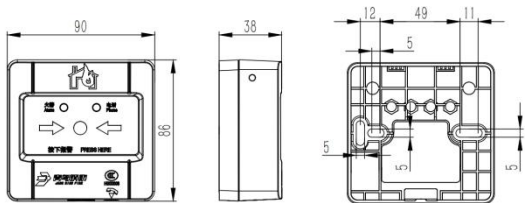

图 1 外形及安装尺寸图
- 布线施工后，通过预埋盒或使用膨胀螺栓将底座固定在墙上（使用 M4 螺钉），安装孔距为 60mm（兼容 50mm 安装孔距），外形及安装尺寸如图 1 所示。